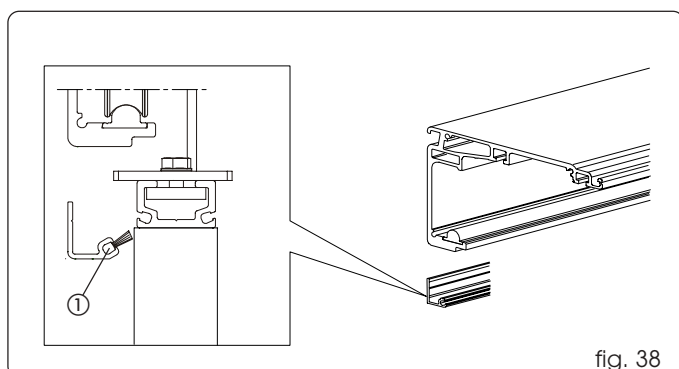

fig. 38
Standaard automatisch systeem: monteer het sluitprofiel voor het standaard automatische systeem, zoals aangegeven op fig. 38.
Breng de borstel (indien gewenst) aan in het sluitprofiel, voordat deze gemonteerd wordt, fig. 38 ref. ①.